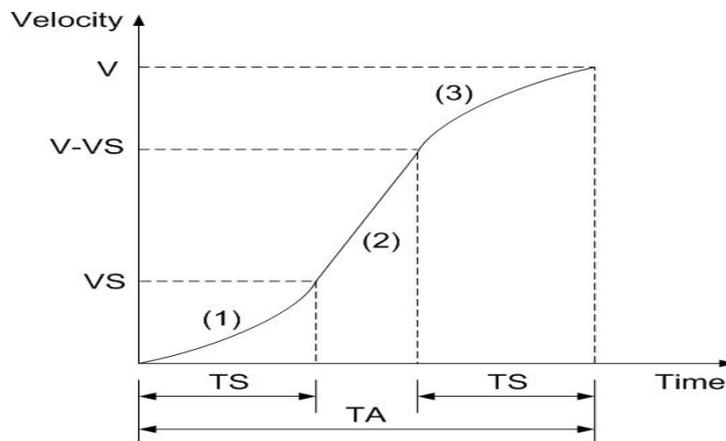

Fig.0-19 局部的 S-曲線加減速
局部的 S-曲線由三個部份組成((1), (2), (3) in Fig. 0-19): 一個直線和兩個 S-曲線，曲線(1) 和(3)部份是 S-曲線加速，(2)是直線加速是直線加速部份，整個運動的時間定義為 TA，而直線加速的時間是  $TA - (2 \times TS)$ 。